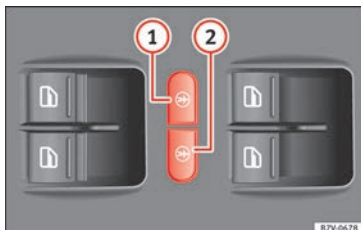

Fig. 136 En la puerta del conductor: teclas del seguro eléctrico para niños.
El seguro eléctrico para niños evita la apertura y el cierre de puertas corredizas y de los elevalunas eléctricos de las mismas desde el interior, para que los niños no abran una puerta por error durante la conducción. Con la tecla izquierda » **fig. 136 ①** o derecha **②** se activa el seguro para niños en el lado trasero izquierdo o derecho, respectivamente.
Activar:	Pulse la tecla » fig. 136 ① o ② .